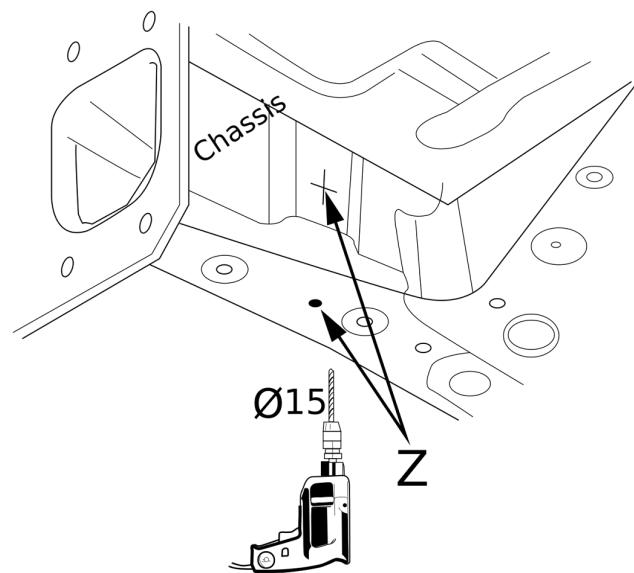

Fig. 2
- Просверлить отверстия Z. на нижней стороне шасси диаметром 15. мм. См. рисунок 2.